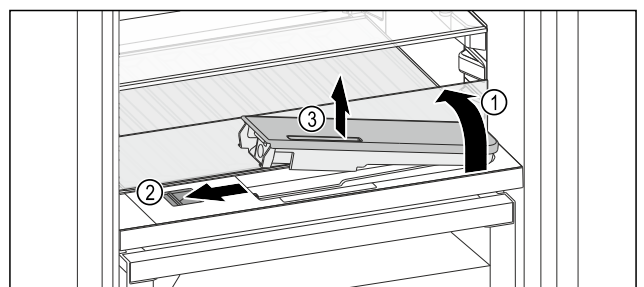

Fig. 223
- Sollevare il ripiano di vetro e ribaltarlo all'indietro fino all'arresto Fig. 223 (1).
- Spostare il cursore Fig. 223 (2) a sinistra.
- Rimuovere il serbatoio dell'acqua Fig. 223 (3).